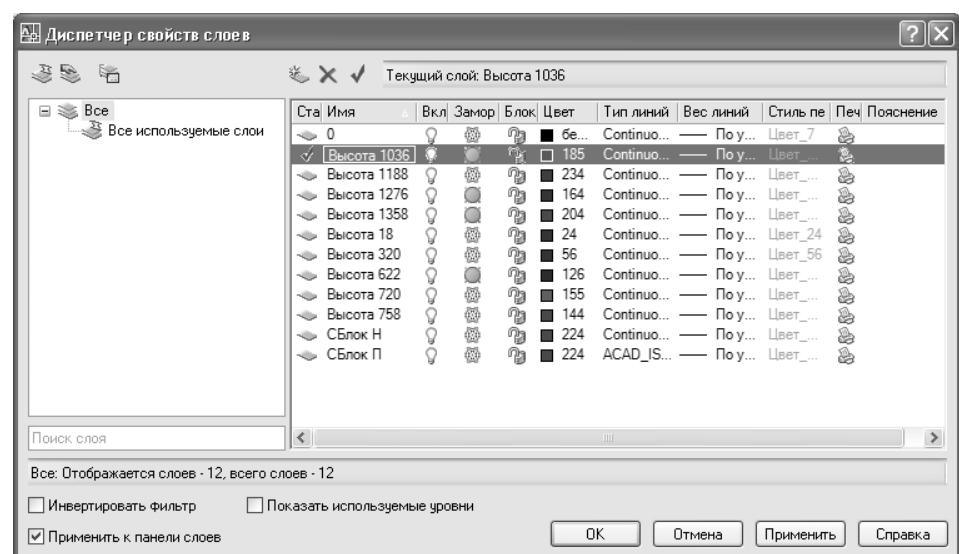

Рис. 6.46 ▼ Переименование слоя в окне **Диспетчер свойств слоев** (Layer Properties Manager)
1. Щелкните на кнопке **Диспетчер свойств слоев** (Layer Properties Manager) панели инструментов **Слои** (Layers) или выберите из меню команду **Формат ⇒ Слой** (Format ⇒ Layer) либо введите в командном окне команду **Слои** (LAYERS) или просто **сл** (LA).
2. В открывшемся диалоговом окне **Диспетчер свойств слоев** (Layer Properties Manager) должен быть выделен текущий слой **Высота 1036**. Щелкните на названии слоя или нажмите **F2**. Вместо названия появится строка ввода, позволяя вам переименовать слой (рис. 6.46).